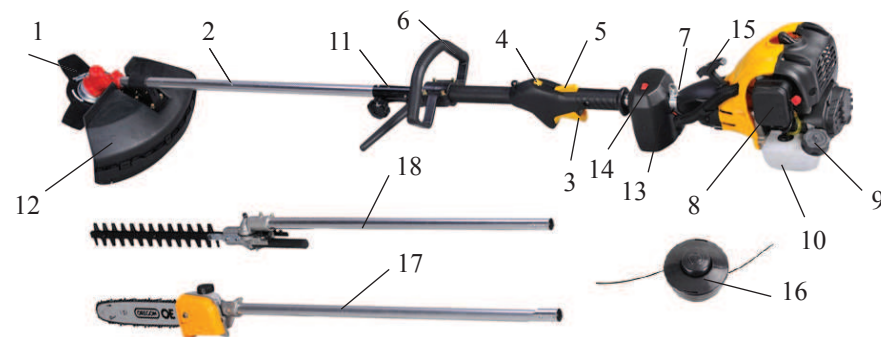

рис.1
5.1 Общий вид бензокосы схематично представлен на рис.1
6.2.1 Установите нижнюю и верхнюю части рукоятки 6 (рис.1) на штангу гибкого вала.
а) Переведите выключатель зажигания 4 (рис.1) в среднее положение, как показано на рис. 7
г) Несколько раз (обычно 2-3) сначала плавно (выбирая свободный ход шнура стартера), а затем энергично потяните шнур стартера за рукоятку 15 (рис.1) до тех пор, пока не убедитесь, что двигатель запустился;